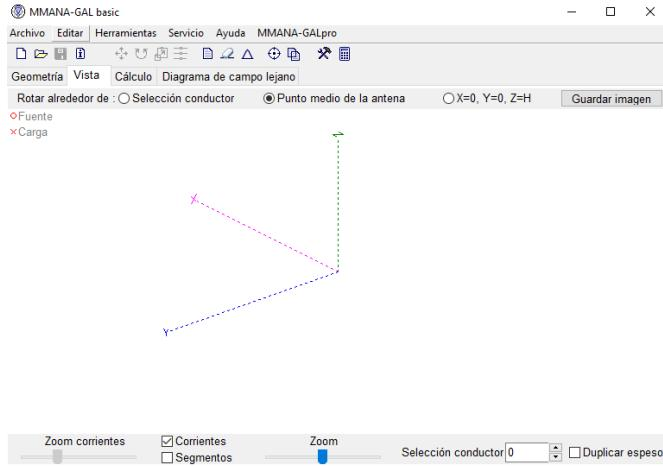

Figura 9: Panel principal del software MMANA_GAL.
3. Una vez descargado el programa MMANA_GAL Basic, es necesario que descomprima la carpeta e instale el software en su computador de escritorio o portátil . En la figura 9 se muestra el panel frontal del software. **NOTA: Si desea cambiar el idioma a español ubique la pestaña llamada Setup→Languages seleccionar spain.**